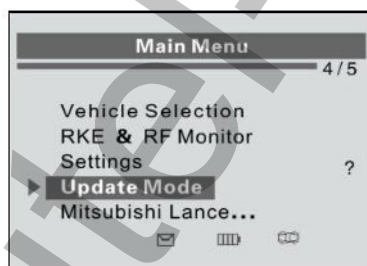

Рисунок 4-1
- 2) С помощью **кнопок прокрутки вверх/вниз** выберите пункт **Update Mode** [Режим обновления] в главном меню (см. рисунок 4-1), а затем нажмите кнопку Y.